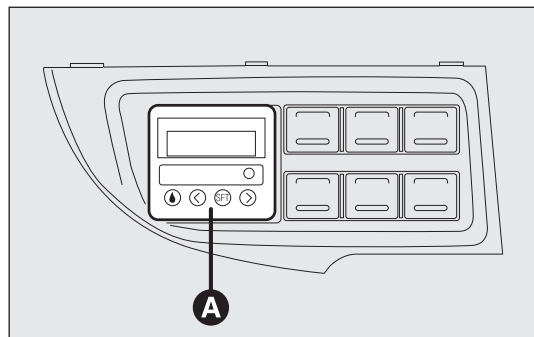

fig. 54
- ☐ un temporizador digital A-fig. 54 para programar la hora de encendido del calefactor o para la activación manual del mismo.